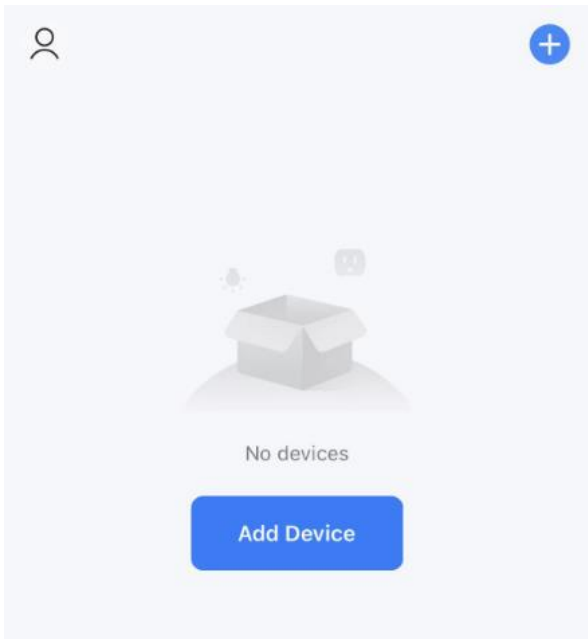

Fig. 1
2. Registrarsi o accedere al proprio account sull'app. Premere "+" in alto a destra o il pulsante "Add device" per aggiungere l'apparecchio (Fig. 1). **Nota:** quando la funzione Bluetooth sul proprio dispositivo mobile è attiva, l'apparecchio verrà rilevato automaticamente, come illustrato in Fig.8; premere "Add". Apparirà la schermata illustrata in Fig. 9; selezionare la rete Wi-Fi, inserire la password e premere "Next". Attendere che appaia la schermata illustrata in Fig. 10, quindi premere "Done". Ora è possibile controllare l'apparecchio tramite l'interfaccia visualizzata. Premere i pulsanti per impostare l'apparecchio. In alternativa, è possibile aggiungere manualmente il dispositivo come descritto di seguito.